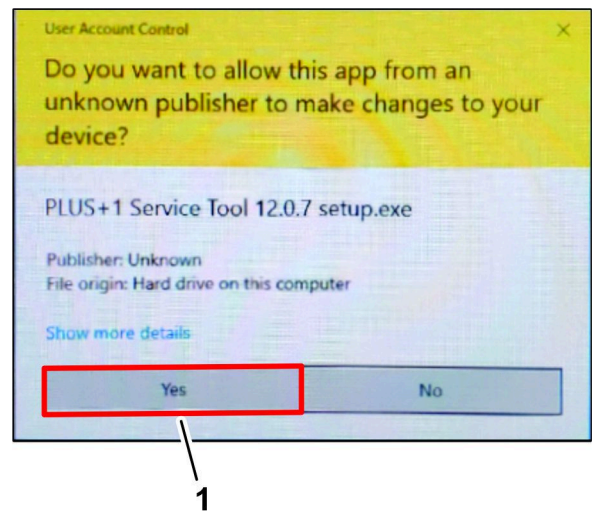

**Figura 21**
3. Na pasta PLUS1SERVICETOOL1207SETUP, faça um duplo clique em PLUS+1\_Service-Tool\_12.7\_Setup.exe file (Figura 21).